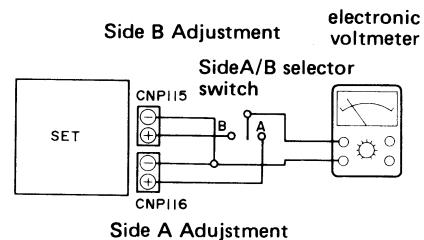

Figure 44-2
1. Make a connection of instruments as shown in Fig. 44-2, and put an EP (25 cm) record in the compartment.
- Die Instrumente gemäß Abb. 44-2 anschließen und eine Langspielplatte für 45 U/min (25 cm) in das Fach einsetzen.
- Brancher les instruments comme le montre la Fig. 44-2 et placer un disque 45 tours (25 cm) dans le compartiment.